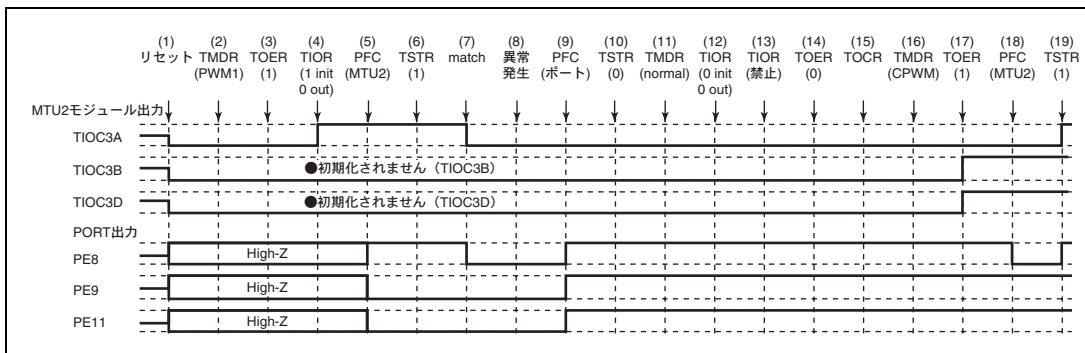

図 12.125 PWM モード 1 で異常が発生し、相補 PWM モードで復帰する場合
PWM モード 1 で異常が発生し、再設定後相補 PWM モードで再スタートする場合の説明図を図 12.125 に示します。
(1) ~ (14) は図 12.125 と共通です。
(15) TOCR でリセット同期 PWM の出力レベルと周期出力の許可禁止を選択してください。
(16) リセット同期 PWM を設定します。
(17) TOER でチャンネル 3、4 の出力を許可してください。
(18) 汎用入力ポートで本モジュール出力としてください。
(19) TSTR で再スタートします。